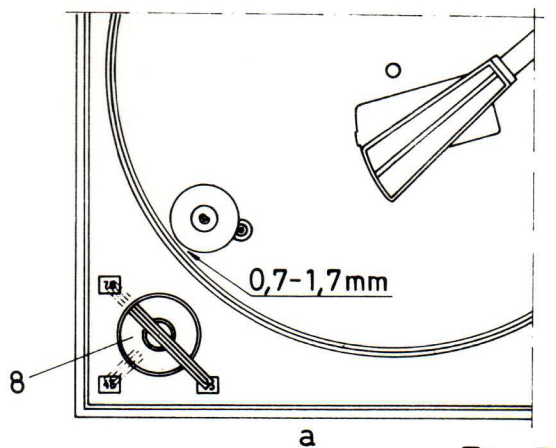
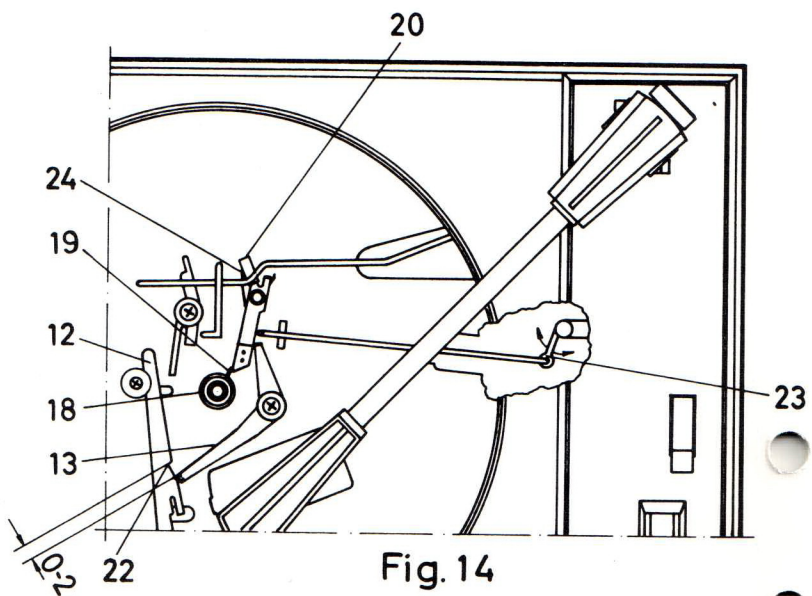
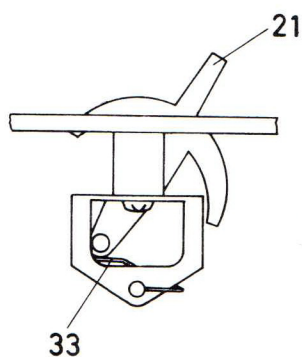

Fig. 7
Fig. 14
Fig. 15
KONTROLL AV SPELET MELLAN BASPLATTA OCH MELLANHJUL. FIG 7.
FÖR IN TONARMEN MOT CENTRUMAXELN. STÄLL VREDET (8) I LÄGENA 33, 45 OCH 78 V/MIN. ÄR MELLANHJULET RÄTT INSTÄLLT, BLIR SPELET MELLAN OVAN ANGIVNA DELAR 0,7 - 1,7 MM. OM EN JUSTERING SKULLE BLI NÖDVÄNDIG, KAN ARMEN (9), FIG 7 B, BOCKAS ÅT ENA ELLER ANDRA HÅLLET.
KONTROLL AV FUNKTIONER VID AUTOMATISKT STOPP. FIG 14 OCH 15.
FÖR IN TONARMEN ETT STYCKE, SÅ ATT ANSLAGSARMEN (20) RÖR SIG, OCH ANVÄND ETT SKIVTALLRIKSCENTRUM (18) PÅ SKIVTALLRIKSAXELN VID KONTROLLEN. VRID DETTA SÅ ATT STOPPTRÅDEN (19) FATTAR TAG I ANSLAGSARMEN (20) OCH DENNA I SIN TUR PÅVERKAR STOPPARMEN (13) SÅ ATT DESS ENA SKÄNKEL GÅR IN MOT URTAGET (22) I START- OCH STOPPARMEN (12), DÄR AVSTÅNDET ENLIGT FIG 14 SKALL VARA 0 - 2 MM.
FÖRST I RÖRELSENS SISTA SKEDE SKALL MANÖVERSPAKEN (21) FIG 15 ÅTERGÅ. DETTA JUSTERAS, OM SÅ SKULLE BEHÖVAS, GENOM ATT BOCKA PÅ RETURARMENS (23) FIG 14 KORTA SKÄNKEL. SEDAN DET AUTOMATISKA STOPPET KONTROLLERATS MED SKIVTALLRIKSCENTRUM (18), SER MAN TILL ATT ANSLAGSARMEN (20) HÅLLS FJÄDRANDE MOT SITT STOPP SAMT ATT STOPPARMENS (13) TRÅDFJÄDER (24) TRYCKER MED SIN MELLERSTA DEL MOT ANSLAGSARMENS FLIK, MED MIPOLAM DÅ TONARMEN ÄR I SITT INRE LÄGE OCH STOPPARMEN (13) ÄR FRIKTIONSLÅST MOT START- OCH STOPPARMEN (12). JUSTERAS GENOM BOCKNING AV FJÄDER (24).
VREDET (8), FIG 7 STÄLLES I LÄGE 33. EN 45-VARVSSKIVA LÄGGS PÅ FÖR AVSPELNING. NÄR TONARMEN NÅR SLUTSPÅRET, SKALL MANÖVERSPAKEN (21), FIG 15, GÅ TILL DEN POSITION, DÄR TONARMEN ÄR I SITT ÖVRE LÄGE. KONTROLLERA ÄVEN ATT SKIVTALLRIKEN EFTER DETTA GÅR RUNT SÅ LÅNGT ATT ETT "KLICKANDE" LJUD HÖRS, NÄR ANSLAGSARMEN (20), FIG 14, SLÅR EMOT SITT STOPP.
DENNA KONTROLL KAN PÅSKYNDAS GENOM ATT FÖRSIKTIGT MATA FRAM TONARMEN MOT CENTRUM. SKULLE DETTA KLICKANDE EJ HÖRAS, MINSKAR MAN SPÄNNINGEN AV MOMENTFJÄDERN (33), FIG 15.